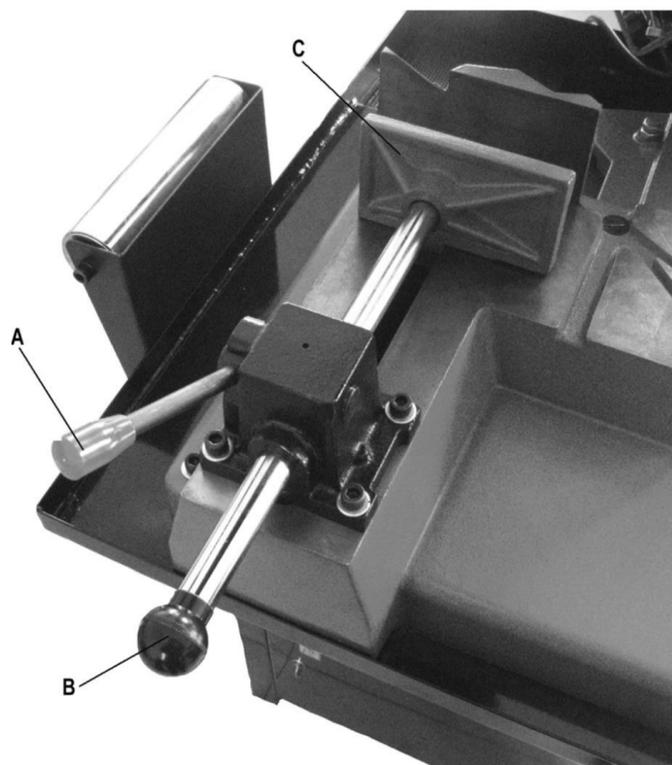

Рис. 1
1. Поднять рукоятку (А) на Рис.1, затем можно легко перемещать тиски вперед и назад, удерживая рукоятку (В) на левом конце опоры.